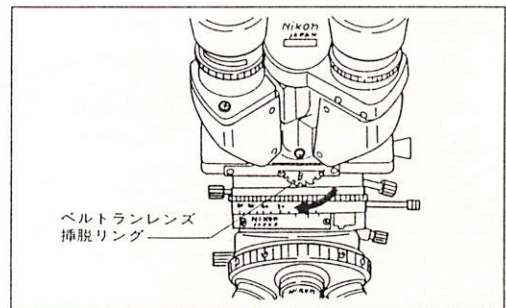

図 20
- ベルトランレンズ挿脱リングを左へ回すとベルトランレンズが光路に入り、コノスコープ像が観察できます。(図20)